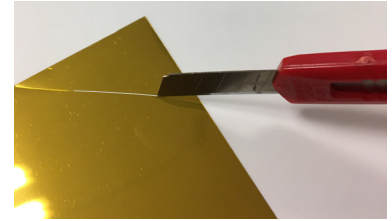

Abbildung 02
- › Mit dem Cutter ist eine Linie auf der Schutzfolie zu ziehen, in einem Abstand von 3 oder 4 cm von der Ecke, ohne dabei die Super Chrom Folie + Liner einzuschneiden. (Abb. 02)